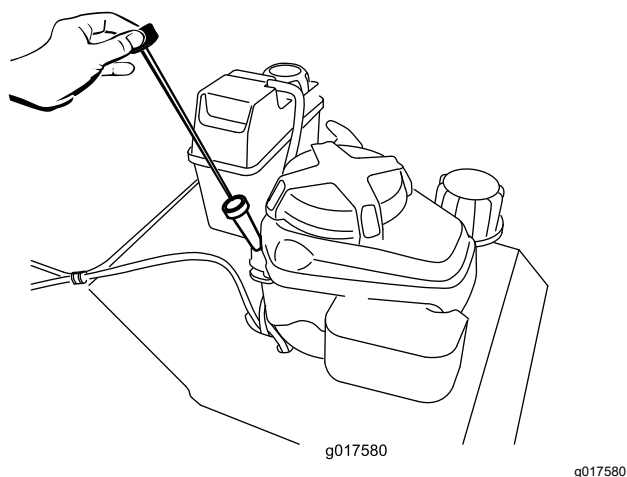

Figure 10
2. Nettoyez la surface autour de la jauge (Figure 10).